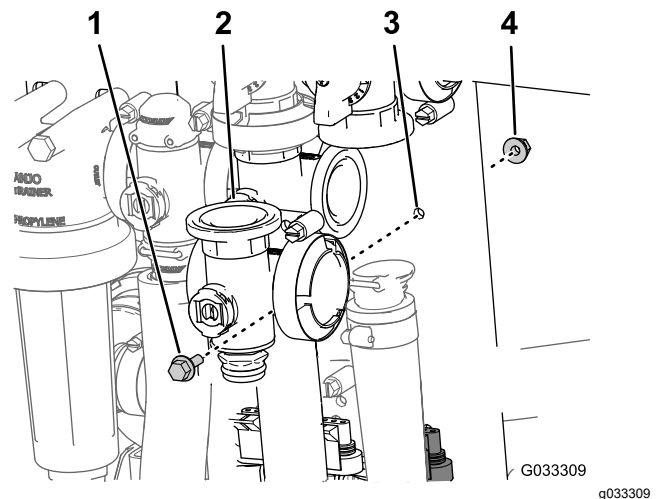

图 72
3. 卸下将主喷洒臂段阀固定至阀安装座的凸缘头螺栓和凸缘锁紧螺母然后从机器中拆下阀歧管 图 72。